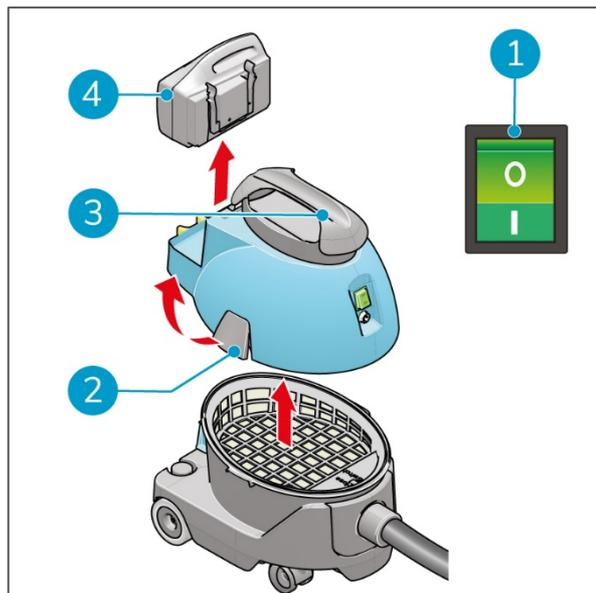

Figure 9
1. Éteignez l'i-vac 5B à l'aide de l'interrupteur ON/OFF (Figure 9, pos. 1).
2. Retirez la batterie (Figure 9, pos. 4).
3. Ouvrez les loquets (Figure 9, pos. 2).
4. Soulevez le capot par sa poignée (Figure 9, pos. 3).